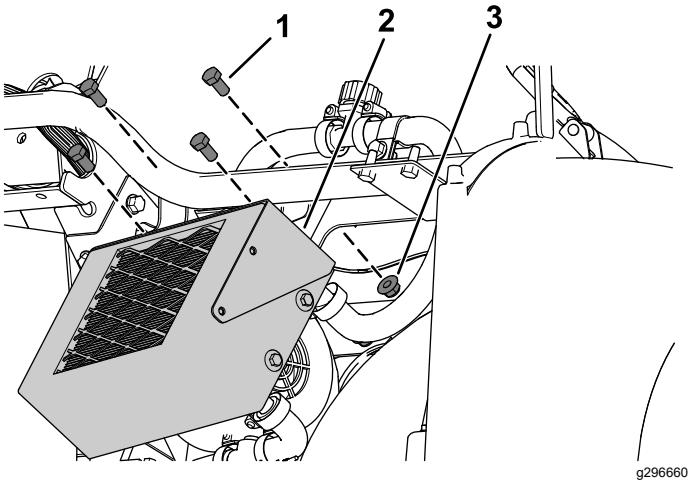

Bild 28
E. Befestigen Sie die Heizung mit vier Sechskantschrauben (3/8" x 3/4") und vier Bundmuttern (3/8") an der Heizungshalterung, wie in Bild 28 dargestellt.